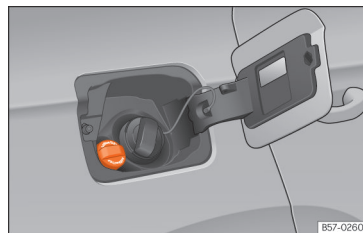

Abb. 277 Verschlussdeckel des AdBlue-Tanks
- Öffnen Sie die Tankklappe »» Abb. 277.
- Schrauben Sie die Flasche entgegen dem Uhrzeigersinn wieder heraus und ziehen Sie die Flasche vorsichtig heraus »» ❶.
- Verschlussdeckel SCR-Einfüllstutzen nach links drehen »» Abb. 277.